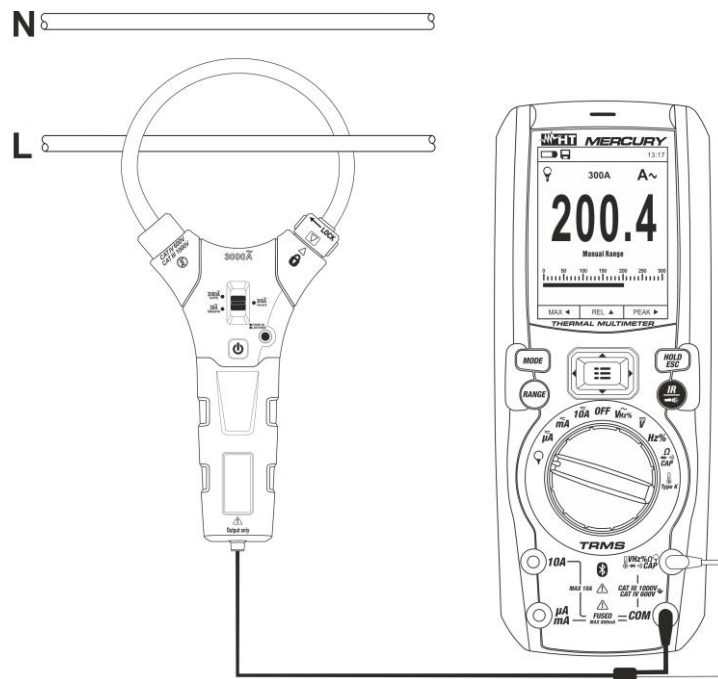

Abb. 30: Verwendung des Geräts für AC/DC Strommessung mit Strommesszange
5. Verbinden Sie die rote Anschlussleitung der Zange mit der Eingangsbuchse **VHz%CAPΩ▶(•)•)** und die schwarze Anschlussleitung mit der Eingangsbuchse **COM** (siehe Abb. 30). Der Stromwert erscheint auf dem Display. Für Standard-Strommesszangen (siehe § 7.3.2) mit HT Verbinder verwenden Sie den optionalen Adapter NOCANBA. Für Informationen über die Verwendung der Strommesszangen beziehen Sie sich bitte auf die entsprechende Bedienungsanleitung